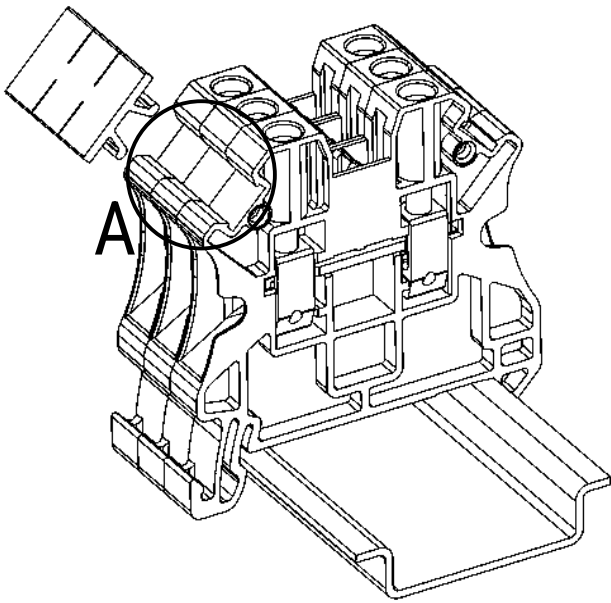
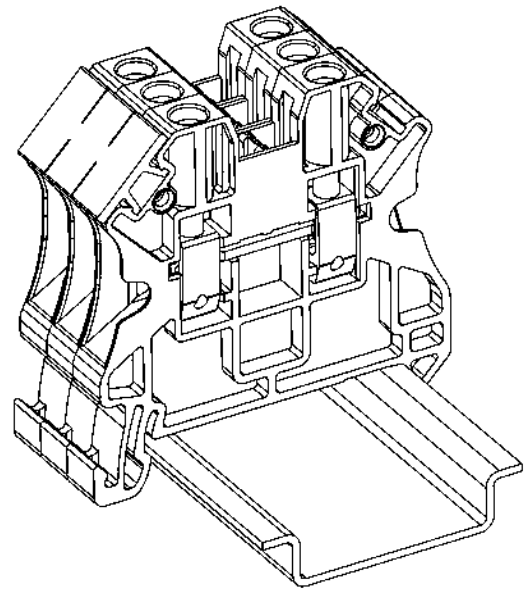

Рисунок 47 – установка маркировочной полосы ПМК
Рисунок 48 – установленная маркировочная полоса ПМК
- Для установки маркировочной полосы ПМК вдавите ее в отмеченные пазы клемм (рис. 47, «А»; рис. 48).